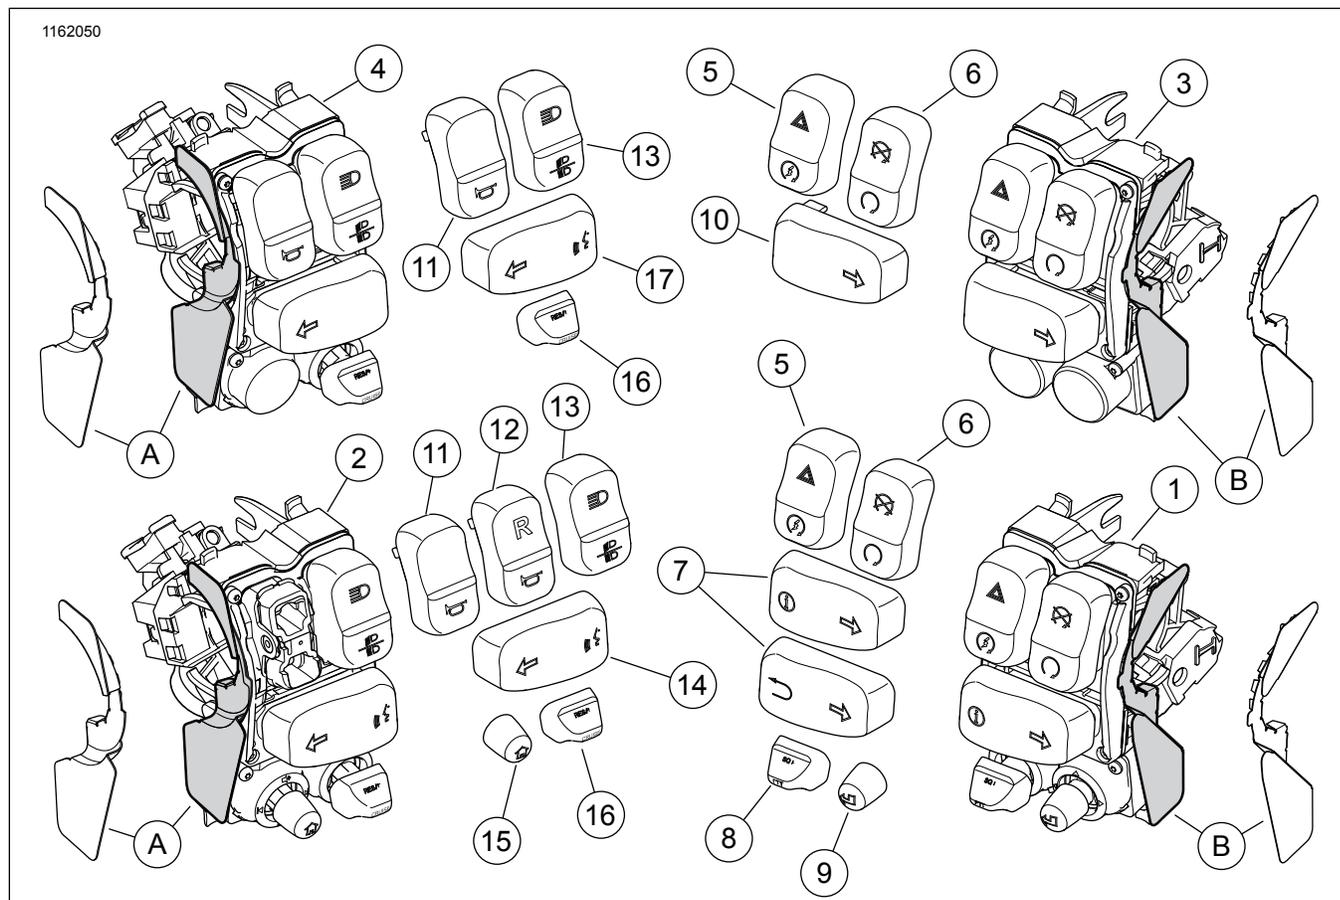

Figure 2. Pièces de rechange, kits de commutateurs de commande manuelle lumineux (sans contrôle de traction)
Voir Figure 2 et Tableau 1 .
3. Voir Figure 2 . Prendre le pack de commutateur approprié (1-4, 18-19) **neuf** dans le kit.
4. **TOUS les modèles :** poser le bloc commutateur conformément au manuel d'entretien. Vérifier que le faisceau est correctement acheminé pour éviter tout dommage. Fermer les segments de bloc commutateur autour du guidon jusqu'à ce que deux déclics se fassent entendre. Vérifier que la protection (Figure 2, élément A ou B) est correctement positionnée.